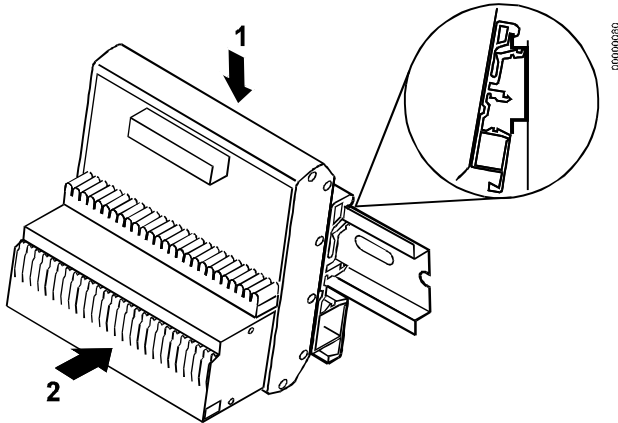

Рис. 35. Установка блоков контактов Phoenix
1. Установите блок Phoenix на направляющую стандарта DIN, как показано на рис. 35.